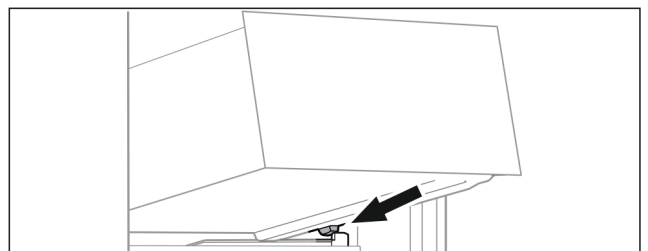

Fig. 29
- ▶ Встановити висувний ящик за стопорами на ребро для резервуару навскоси. (див. Fig. 29)